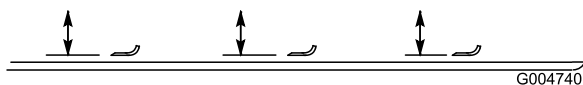

Figura 81
2. Rode a lâmina até que as suas extremidades se encontrem viradas para a frente e para trás (Figura 81). Meça a distância entre o interior da unidade de corte e a parte cortante na zona dianteira da lâmina. Anote esta medida.